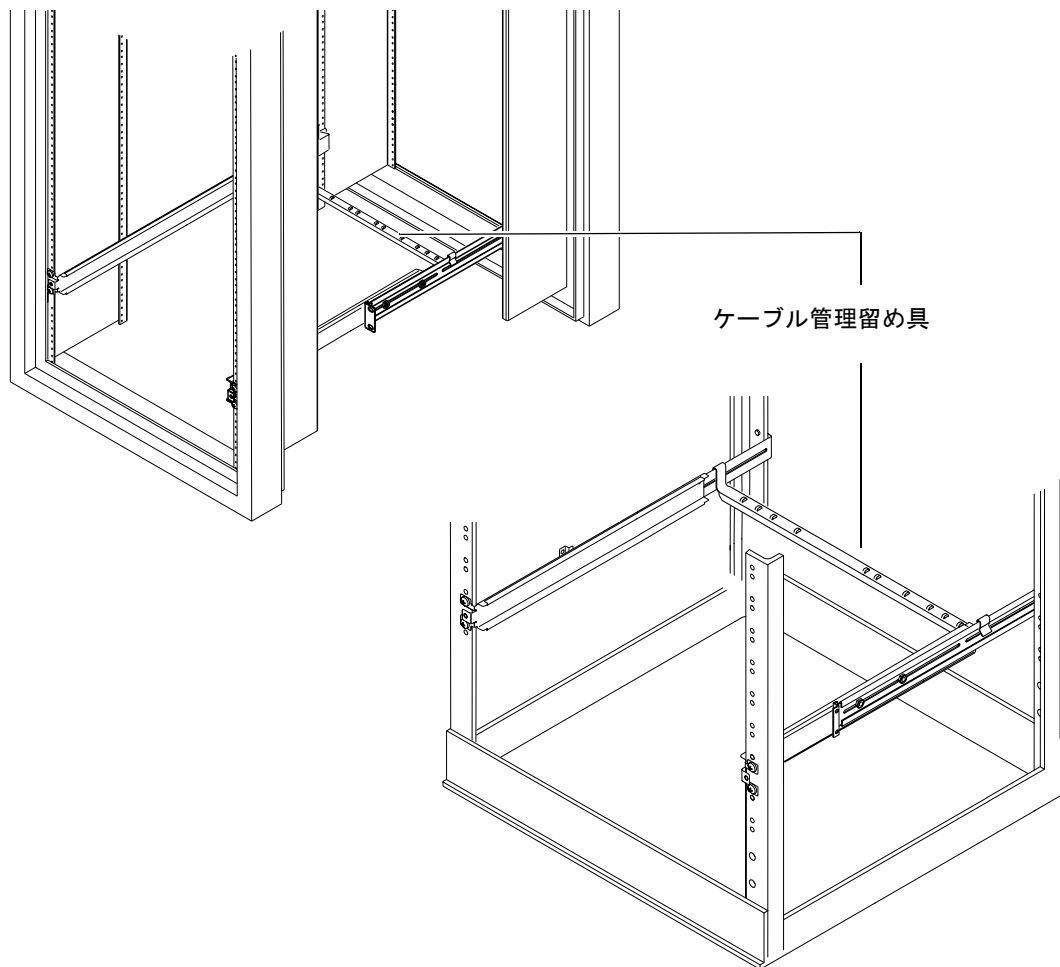

図 2-9 Sun StorEdge 用ラックまたは標準の 19 インチラックへのケーブル管理留め具の取り付け
- サーバー背面のスライド式取り付け具に、ケーブル管理留め具を掛けます (図 2-9 を参照)。